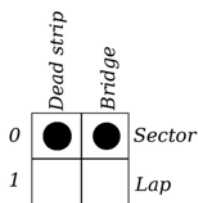

Figura 35: puente DS sensor de sector, corte de pista sensor de sector.
Para que ambos, el puente DS y el corte de pista, sean interpretados por la *Track Interface* como sensores de sector, es necesario ajustar el doble *switch* (5) como mostrado en la figura 35.